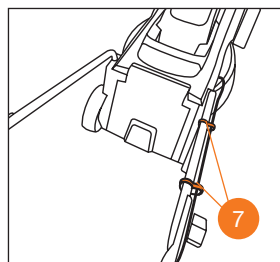

Рис. 7
3. Закрепите электрический провод с помощью пластиковых прижимных клипс **7** (Рис. 7).